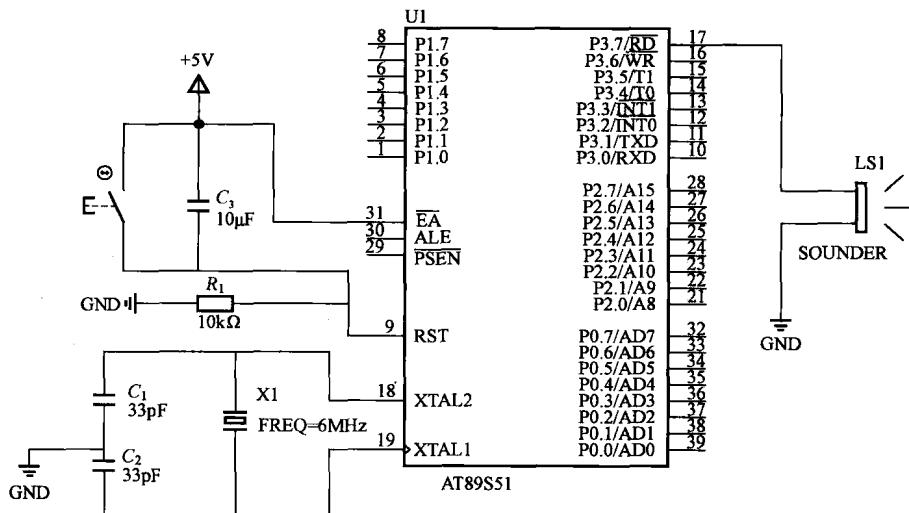

图 2-4 播放音乐的 Proteus 仿真原理图
(1) 打开配套光盘中的“例程\第二章\歌曲”文件夹，双击“歌曲.DSN”彩色图标，弹出如图 2-4 所示的 Proteus 仿真原理图。